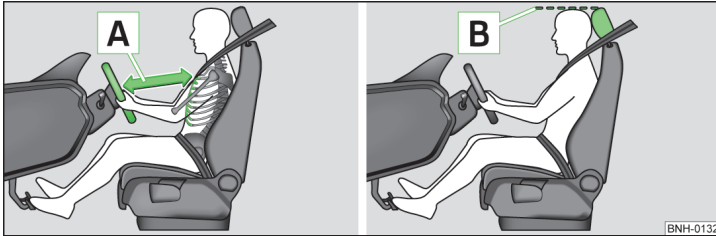

Abb. 1 Der richtige Abstand des Fahrers zum Lenkrad / Richtig eingestellte Kopfstütze
- ✓ Das Lenkrad so einstellen, dass der Abstand **A** zwischen Lenkrad und Brustbein mindestens 25 cm beträgt » Abb. 1. Lenkrad einstellen » Seite 8, Lenkradposition einstellen.
- ✓ Die Kopfstütze so einstellen, dass die Oberkante der Kopfstütze sich möglichst auf einer Höhe mit dem oberen Teil Ihres Kopfes befindet1) **B** » Abb. 1.
- ✓ Die Kopfstütze so einstellen, dass die Oberkante der Kopfstütze sich möglichst auf einer Höhe mit dem oberen Teil Ihres Kopfes befindet1) **B** » Abb. 1 auf Seite 8.
- ✓ Die Kopfstütze so einstellen, dass die Oberkante der Kopfstütze sich möglichst auf einer Höhe mit dem oberen Teil des Kopfes befindet **B** » Abb. 1 auf Seite 8.